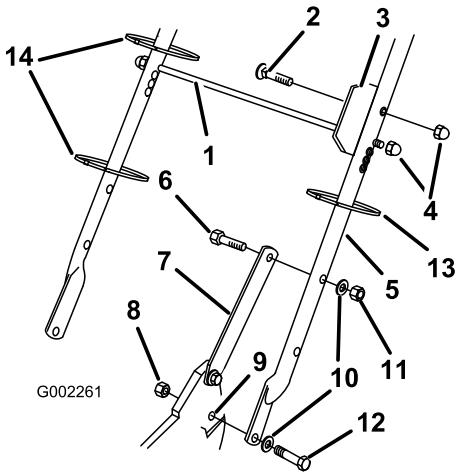

Figura 3
1. Fije el manillar al exterior de la carcasa del cortacésped (usando el taladro inferior) con 2 pernos (5/16 x 1-1/4 pulgadas), arandelas y contratuercas finas (5/16 pulgada) (Figura 3).
2. Fije los cierres del manillar al manillar con dos pernos (5/16 x 1-1/2 pulgadas), arandelas, y contratuercas (5/16 pulgada) (Figura 3).
3. Introduzca el perno a través de la chapa de alineación de la bolsa y el segundo taladro desde arriba del lado izquierdo del manillar, y fíjelo con una contratuerca de caperuza (Figura 3).
4. Deslice la varilla de soporte de la bolsa por el tercer (desde arriba) taladro de montaje de cada lado del manillar y fije cada extremo con una contratuerca de caperuza (Figura 3).
5. Utilice sujetacables para fijar los cables de control al manillar (Figura 3).